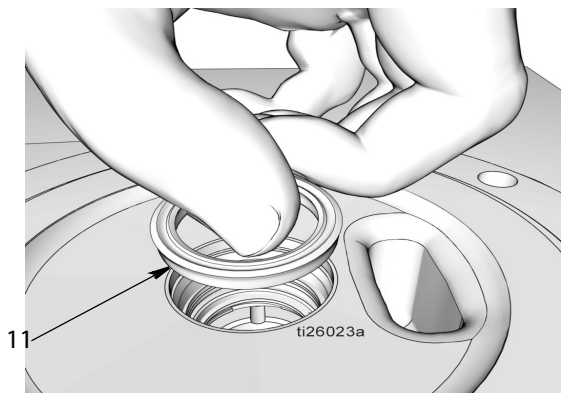

Рис. 36
- h. Установите уплотнение (11) с обращенными вверх кромками, как показано на Рис. 36.